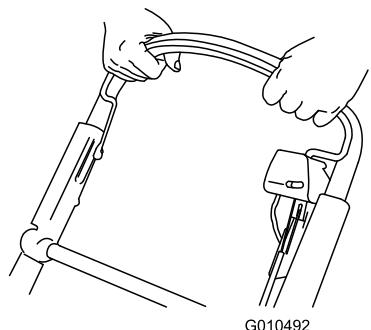

Figura 23
- Sujete la barra de control de la cuchilla contra el manillar (Figura 23) para engranar la cuchilla.